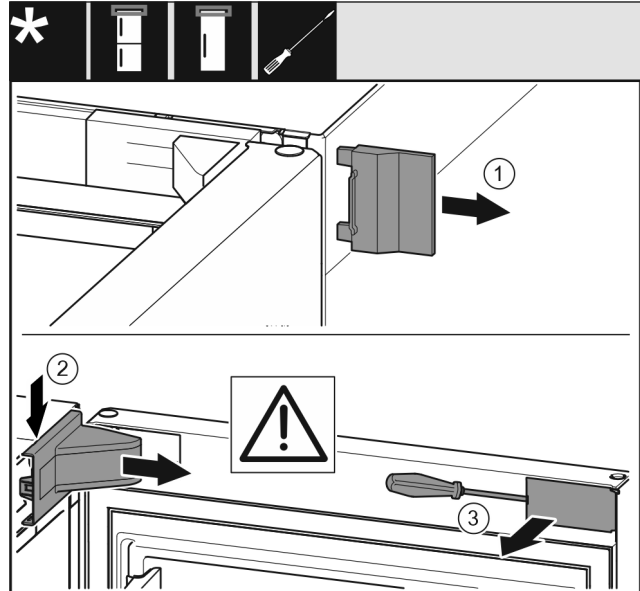

Fig. 7
- ▶ Zdjąć zewnętrzną osłonę Fig. 7 (1).
- ▶ Wyczepić i zdjąć osłonę płytki zawiasu Fig. 7 (2).
- ▶ Wyczepić zaślepkę Fig. 7 (3) śrubokrętem i odchylić w bok.